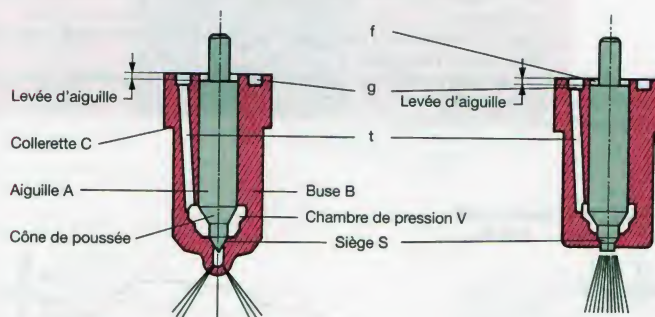
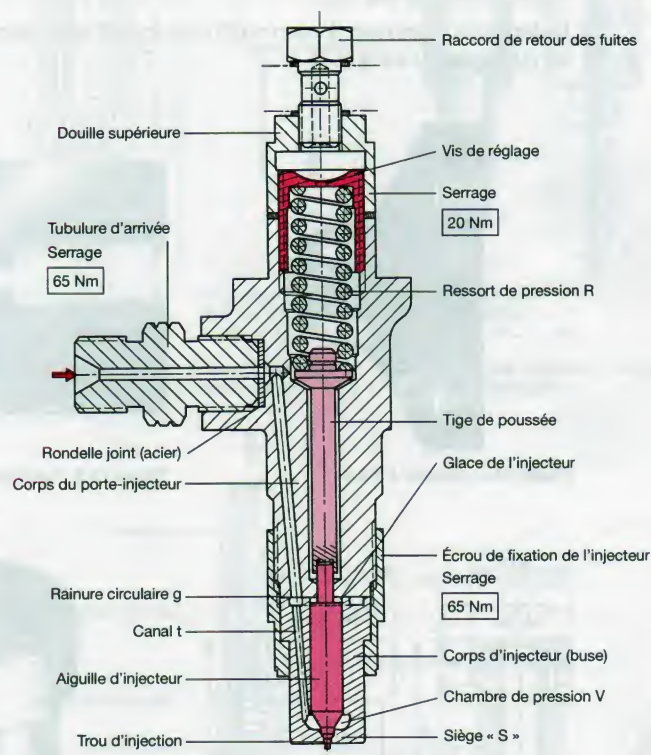
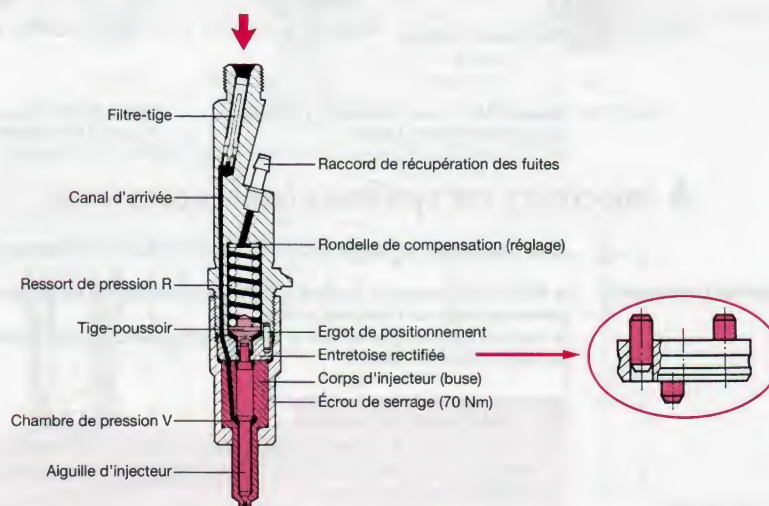

Figure 73.1.
Figure 73.2.
Figure 74.7. Porte-injecteur type KBAL avec montage du raccord « en bout » et injecteur « à trous » type « DLLA »
Les deux parties de l'injecteur, l'aiguille et la buse (**fig. 73.1**) sont appariées et rodées ensemble, et il n'est pas possible de les interchanger.
L'ensemble aiguille-buse est fixé sur le porte-injecteur par un écrou qui prend appui sur la collerette C (**fig. 73.1**) et applique la face rectifiée et rodée de la buse sur la face rodée du porte-injecteur, ou sur une entretoise rectifiée (**fig. 74.7**). Le serrage de cet écrou doit impérativement être effectué au couple prescrit, à l'aide d'une clé « dynamométrique » étalonnée.
L'aiguille est appliquée au repos sur son siège « S » (fig. 73.1 et 73.2), par un ressort qui prend appui dans le porte-injecteur (fig. 73.2 et 74.7).
Le gazole arrive par le porte-injecteur dans une gorge circulaire « g » (ou par l'orifice unique indexé sur le modèle « DLLA », fig. 74.7) puis est dirigé vers la chambre de pression « V », par le canal « t » (fig. 73.1 et 73.2).
Au moment du *refoulement* de combustible par la pompe d'injection, une montée en pression très rapide s'effectue dans la chambre de pression V (fig. 73.1 et 73.2), jusqu'à l'instant où l'aiguille se soulève (c'est le « début d'injection »), exerçant alors une force plus importante que la pré-charge du ressort de pression « R » (fig. 73.2 et 74.7). Le combustible est pulvérisé finement, jusqu'à la fin du refoulement de la pompe d'injection, l'aiguille d'injecteur retombe alors sur son siège, plaquée par la force du ressort de pression « R » et obture le ou les orifices de la buse d'injecteur (étanchéité parfaite indispensable).
- la levée d'aiguille (fig. 73.1).
Le diamètre et la disposition de ces trous varient suivant le *débit* et la forme de la *chambre de combustion*. Lorsque les trous ne sont pas répartis symétriquement par rapport à l'axe de la buse, l'injecteur est positionné sur le *porte-injecteur* par deux ergots de centrage (fig. 74.7).